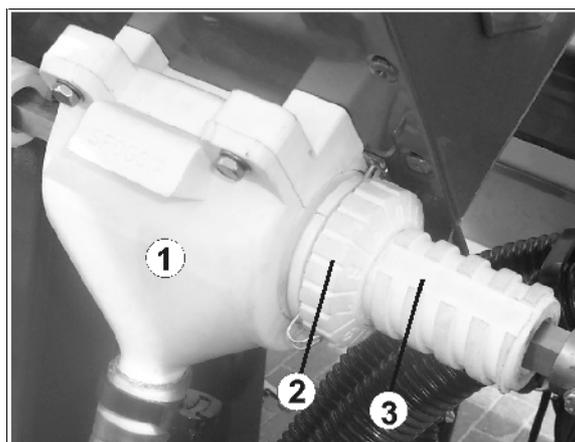

Fig. 48
- o de la roue de réglage (Fig. 48/2) de l'unité de dosage (Fig. 48/1), valeurs de réglage de A – 0 à D – 9.